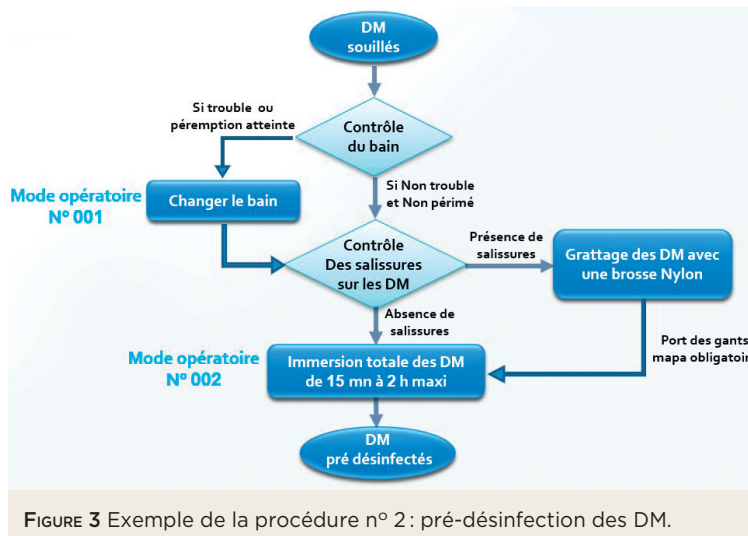

FIGURE 3 Exemple de la procédure n° 2 : pré-désinfection des DM.
■ Rédaction d'une procédure : exemple de la procédure numéro 2 « Pré-désinfection des DM ». [FIG. 3]